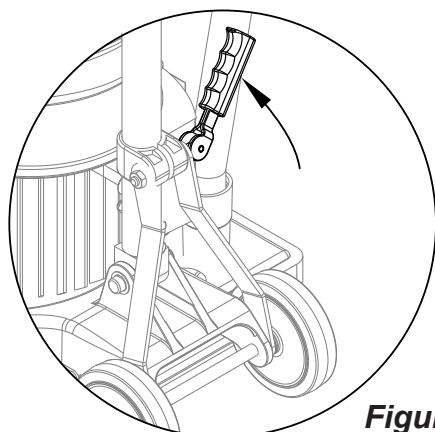

Figure 1
2. Relevez le manche de l'appareil et bloquez-le en position droite. Pour bloquer le manche, tirez le levier de blocage par compression du manche vers le haut (voir la figure 1).